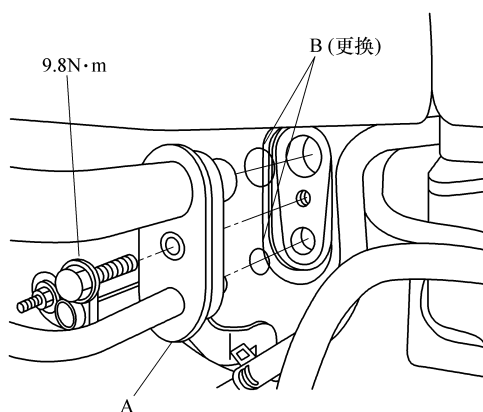

图 3-14 断开空调管路
7) 拆下管路连接螺栓，然后从蒸发器芯上断开空调管路 A 并拆下 O 形圈 B，如图 3-14 所示。